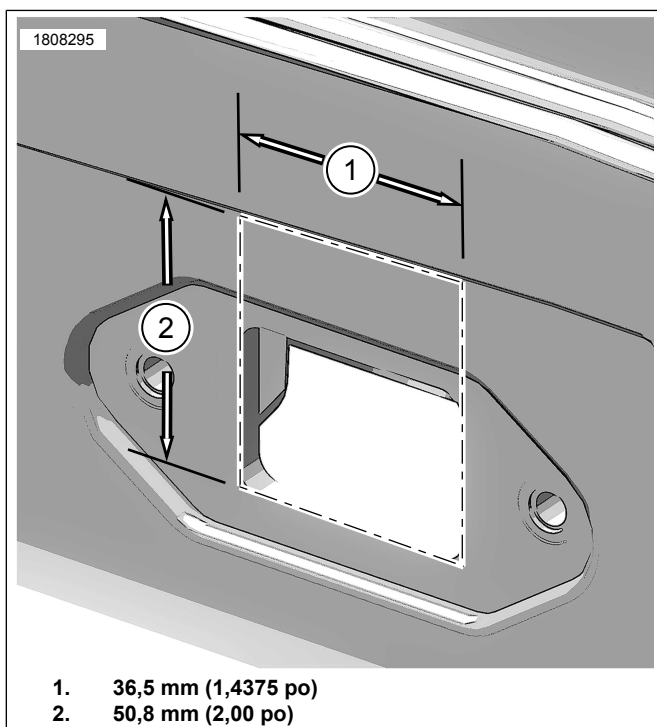

Figure 3. Dimensions de la découpe de l'œillet
2. Figure 3 Agrandir l'ouverture pour l'adapter à l'œillet.
- a. À l'aide d'un marqueur, marquer l'ouverture de 36,5 mm (1,4375 po) (1) x 50,8 mm (2,00 po) (2).